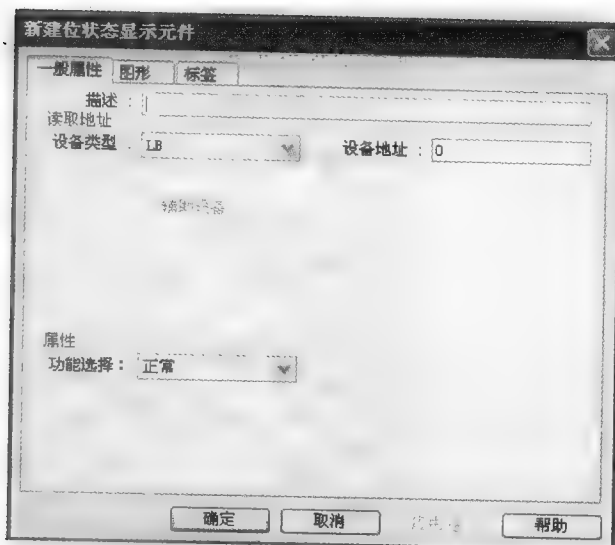

图 7-27 位状态指示灯
1) 位状态指示灯元件: 位状态指示灯用于显示 PLC 指定的位的 ON/OFF 状态, 如果指定的位为 0, 则显示为 0 的状态图形(文字标签), 如果为 1 则显示为 1 的状态图形(文字标签), 如图 7-27 所示。